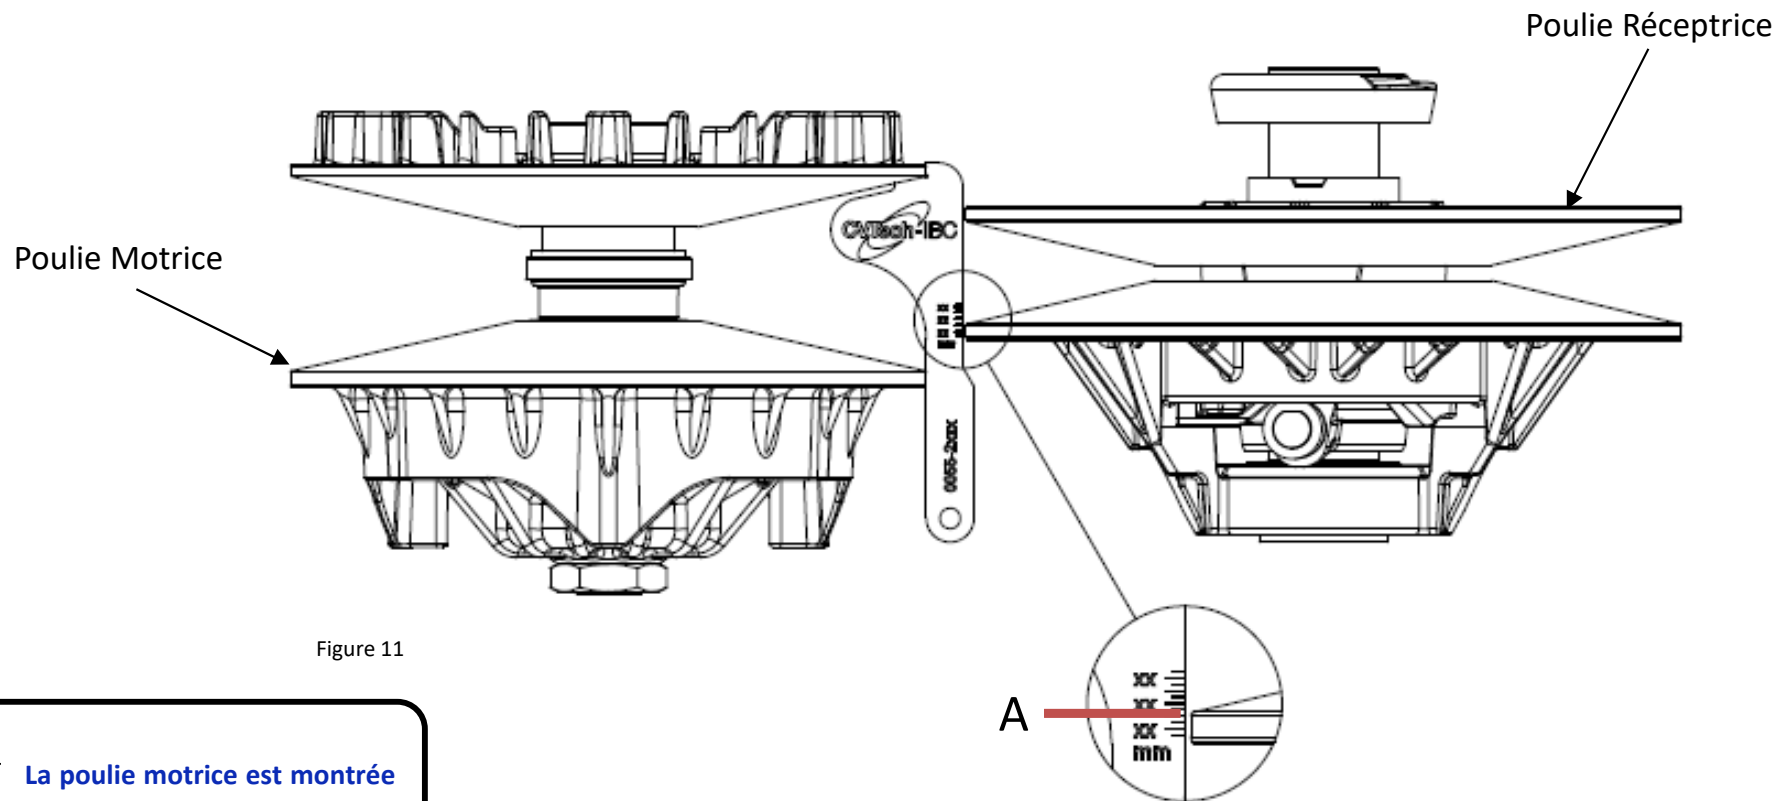

Figure 11
- Une fois l'installation terminée, vérifiez l'alignement entre les poulies avec l'outil d'alignement. Assurez-vous d'obtenir la cote A (figure 11) et le numéro de pièce de l'outil d'alignement approprié (reportez-vous au manuel du propriétaire pour les deux).